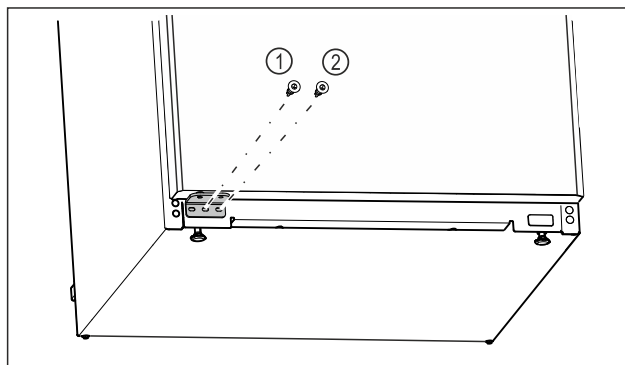

Fig. 17
- ▶ Stringere la vite centrale del blocco di supporto Fig. 17 (1) con un cacciavite Torx 20.
- ▶ Stringere la vite interna del blocco di supporto Fig. 17 (2) con un cacciavite Torx 20.